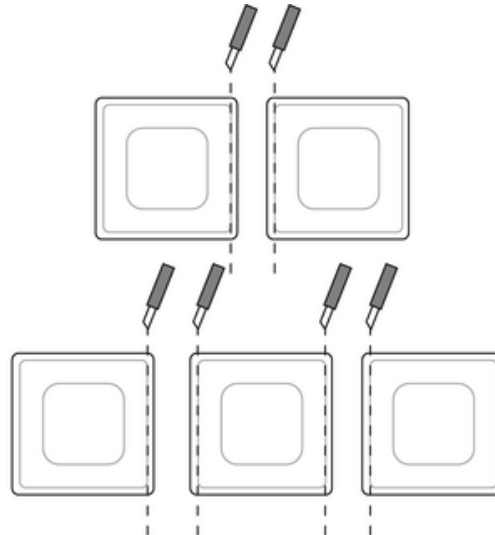

Bild 4: Beschneiden der Klebepads bei Mehrfachkombinationen
- i** Bei Mehrfachkombinationen müssen die zusammenstoßenden Seiten der Klebepads entlang der äußeren Stanzung mit Lineal und Cuttermesser abgeschnitten werden (Bild 4).